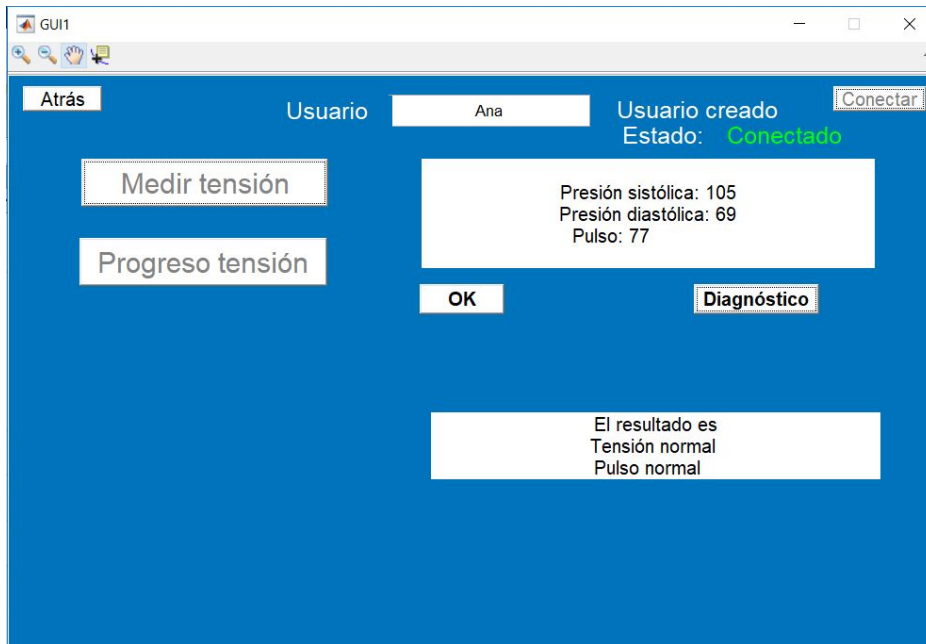

Figura 4.11 GUI Tensiómetro.
4. Una vez realizada la prueba ya se puede hacer el diagnóstico según los datos obtenidos. Para ello, hay que pulsar el botón **Diagnóstico**, como se puede ver en la Figura 4.10. Los datos utilizados para la programación del diagnóstico se verá en el siguiente apartado. Para el caso del ejemplo, el resultado es normal (Figura 4.11).